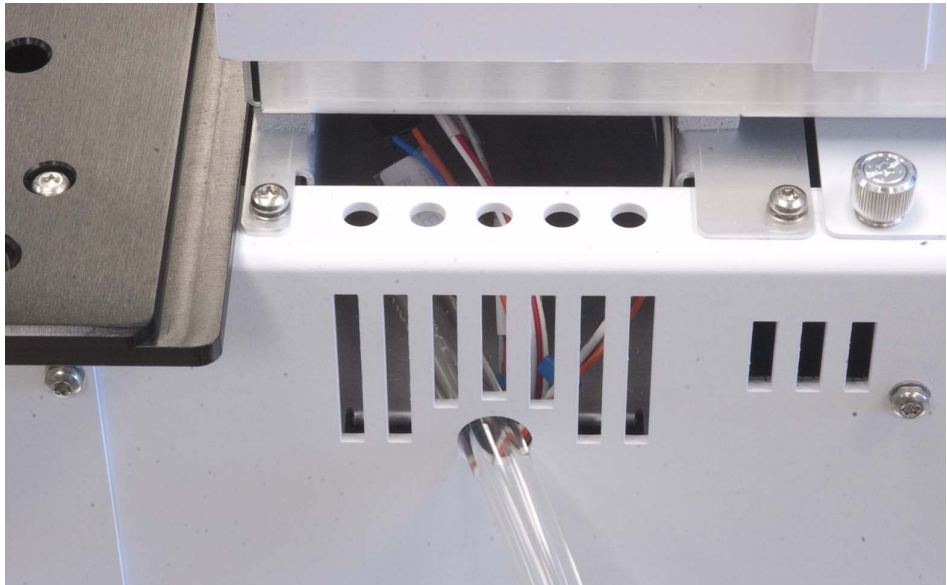

Figure 56 Tube de drainage correctement acheminé par le trou du châssis et câbles correctement glissés dans l'ouverture du châssis.
- 41 Assurez-vous que les câbles et le tube de drainage situés au dos du châssis ressemblent à l'illustration de la Figure 56, sans câbles qui dépassent et avec un tube droit et sans pli.